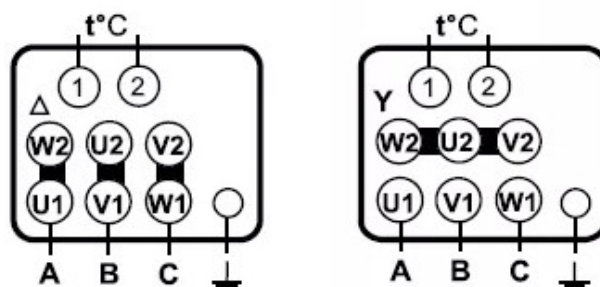

Рисунок 3 - Схема подключения трехфазного двигателя
- е) электрическое присоединение двигателя производить по схеме (см. Рисунок 3).